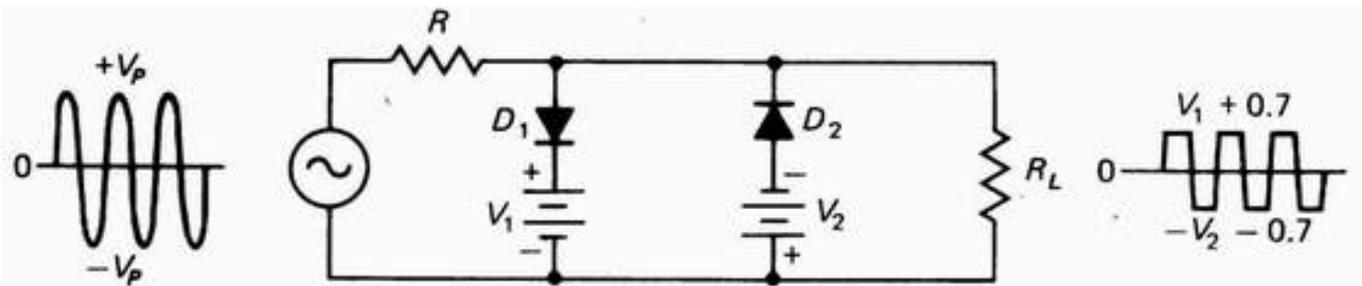

Fig. 3-17 Associação de limitadores.
- dois limitadores de tensão positiva e negativa podem ser associados (Fig. 3-17)